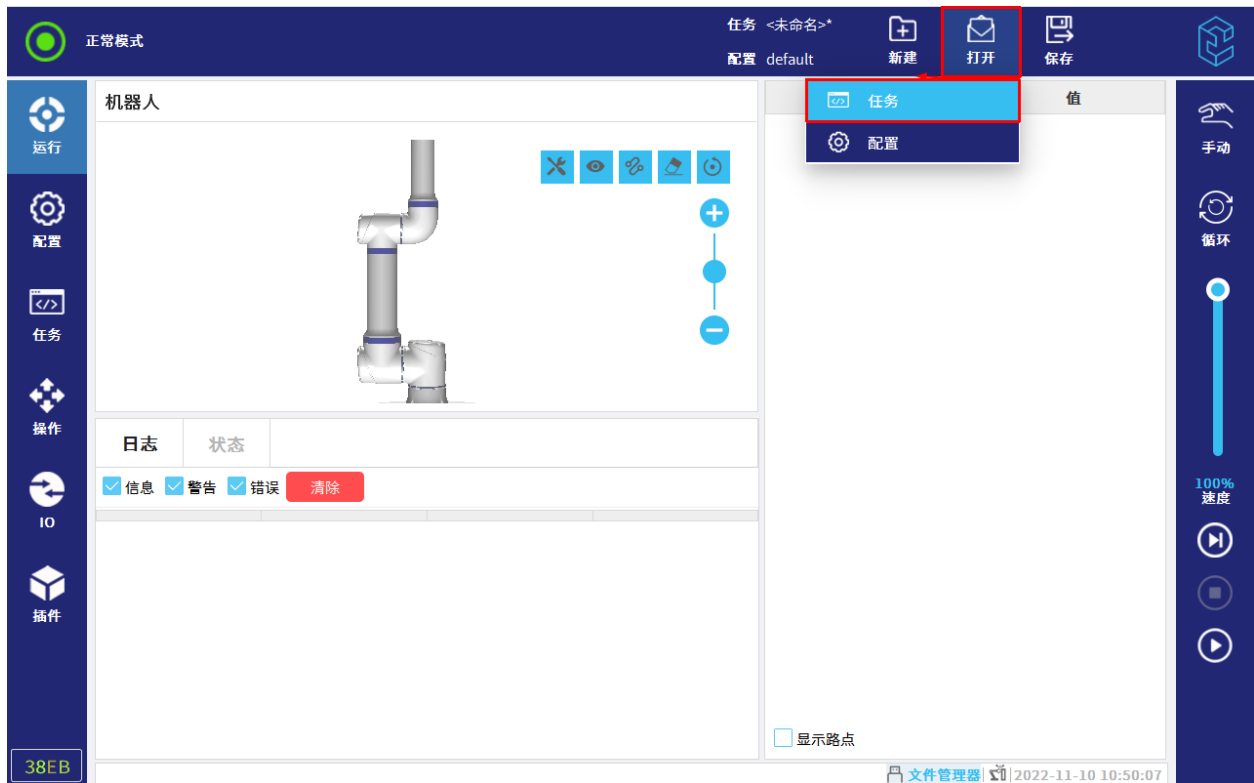

图 8-7 打开任务
1. 在任务和配置管理器中，点击“打开”，然后选择“任务”，如图 8-7 所示。